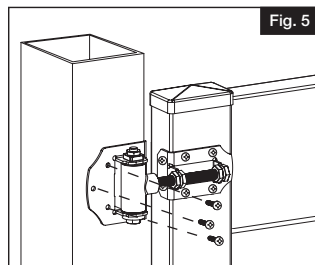

Fig. 5
Colocar el portón a nivel con el poste y marcar los agujeros guía en el poste de portón. Los agujeros ranurados para los tornillos en la parte interior de la fijación de poste permiten el ajuste vertical. Se recomienda perforar e instalar los tornillos interiores antes de instalar los tornillos delanteros. Instalar las dos bisagras en el portón con ayuda de (6) tornillos cuadrados/Phillips #2 por bisagra (tres en la parte delantera de la bisagra y tres en la parte lateral) (Figs. 5 y 6).